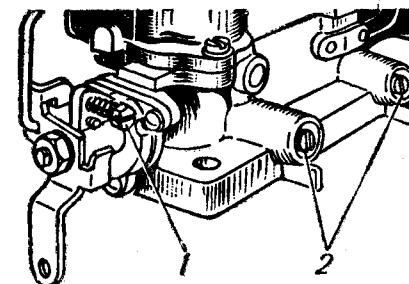

Рис. 60. Винты регулировки холостого хода:
- 1 Завернуть до упора, но не слишком туго, регулировочные винты 2 (рис. 60), затем каждый из них отвернуть на три оборота.